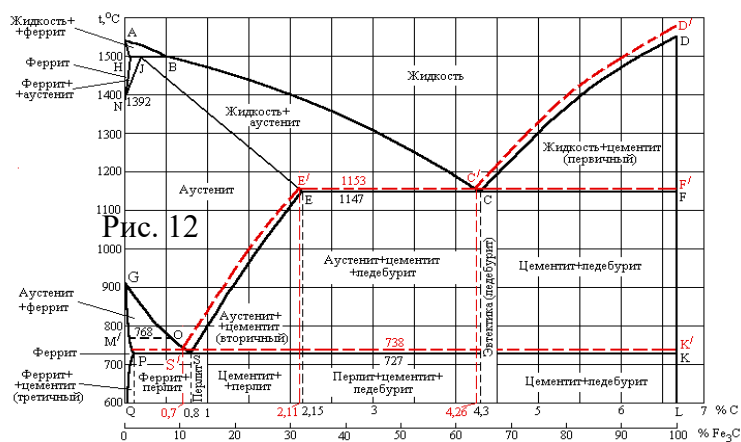

Рис. 12
1. Точка A_0 (210°C) на диаграмме Fe - Fe_3C (рис.12) характеризует...
2. Точка A_1 (727°C) на диаграмме Fe - Fe₃C (рис.12) характеризует...
3. Точка A_2 (768°C) на диаграмме Fe-Fe₃C (рис.12) характеризует...
4. Точка A_3 (910°C) на диаграмме Fe-Fe₃C (рис.12) характеризует...
5. Точка A_4 (1392°C) на диаграмме Fe-Fe₃C (рис.12) характеризует...
6. Состав фазы характеризуется точкой S на диаграмме Fe-Fe₃C (рис.12) и соответствует...
7. Состав фазы характеризуется точкой J на диаграмме Fe-Fe₃C (рис.12) и соответствует...